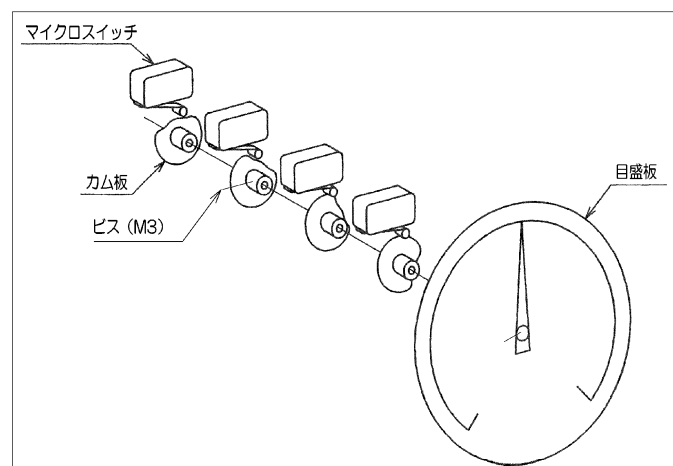

図 10.LT 接点の調整
6.2.2. 計器背面に正対し、発信器に組み付いているマイクロスイッチに貼付されている接点識別で調整する部分を確認します。(図.10)